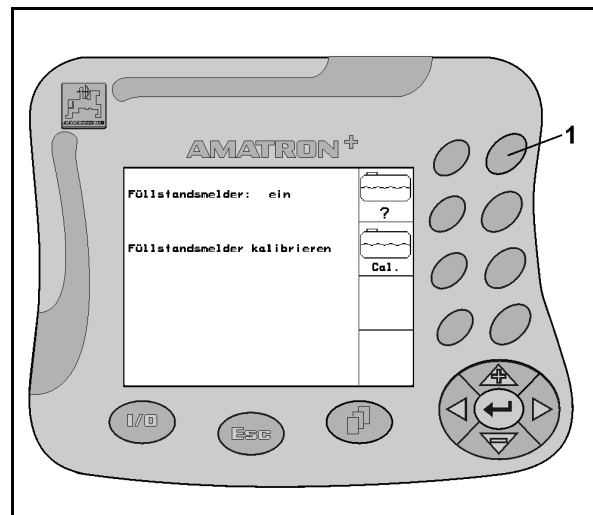

Fig. 17
1. Activar una vez la tecla funcional (Fig. 17/1).
2. Activar nuevamente la tecla funcional (Fig. 17/1).